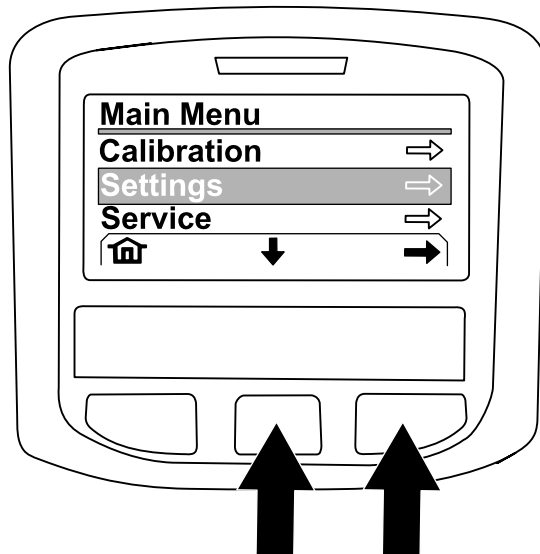

Figura 226
3. Premete il pulsante centrale sull'InfoCenter per accedere al menu principale (Figura 226).
4. Nella schermata MENU PRINCIPALE, premete il pulsante centrale per navigare all'opzione IMPOSTAZIONI, poi premete il pulsante destro per selezionare l'opzione (Figura 226).